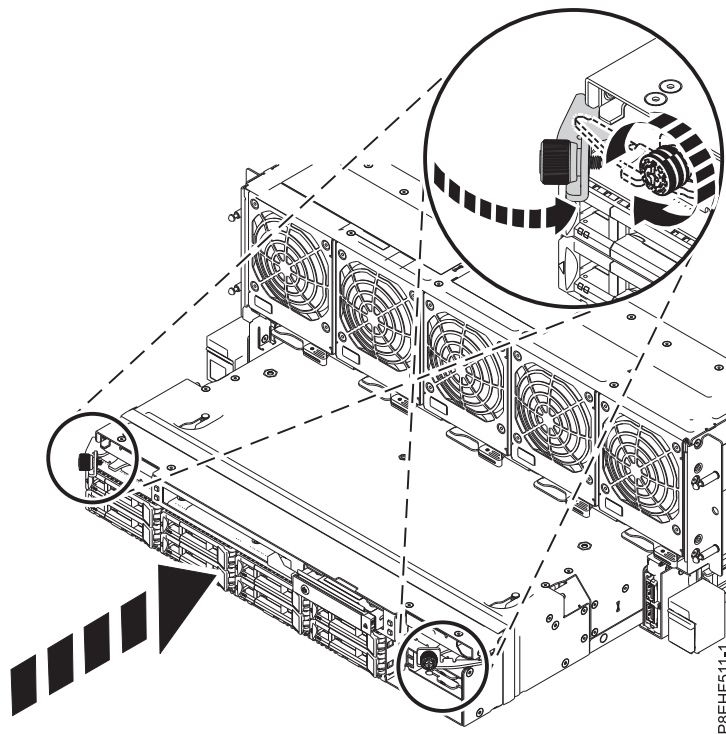

Abbildung 14. RAID-Baugruppe austauschen
5. Schieben Sie die RAID-Baugruppe in das System. Drehen Sie die Verriegelungen hinein und ziehen Sie die Rändelschrauben fest (siehe Abb. 14).